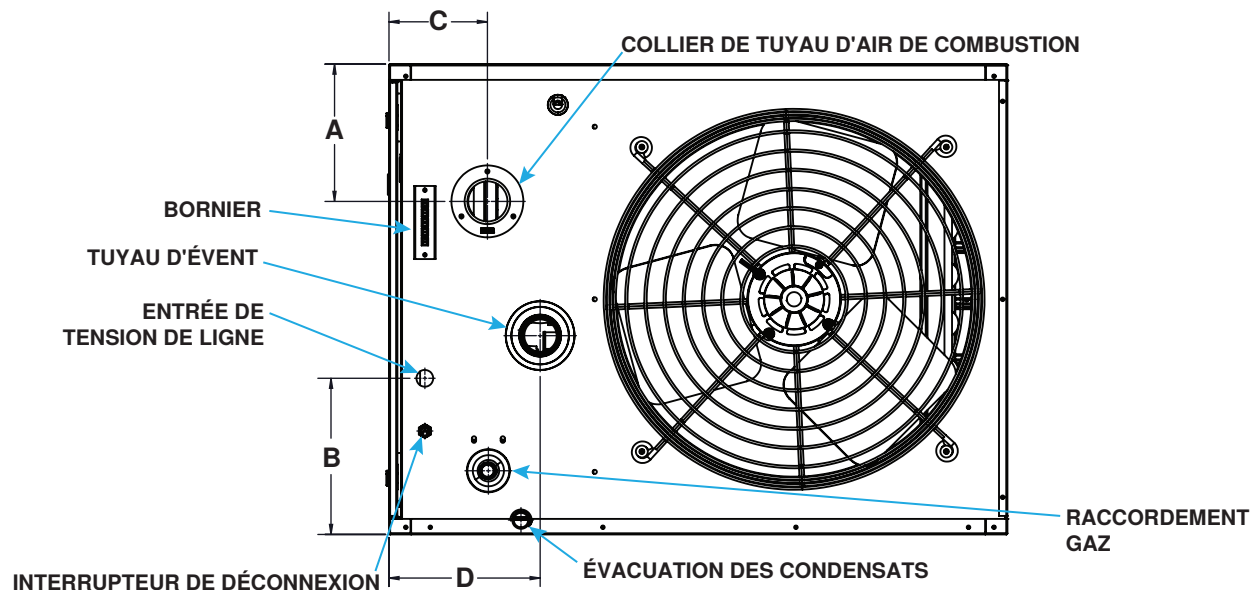

Figure 4. Connexions à l'arrière de l'unité—tailles d'unité 55–110 (reportez-vous au Tableau 8)
- La sortie du venteur et l'entrée d'air de combustion sont situées à l'arrière de l'appareil de chauffage (voir Figure 4).
Dimension (voir Figure 4) ou connexion	Taille de l'unité (MBTUh)